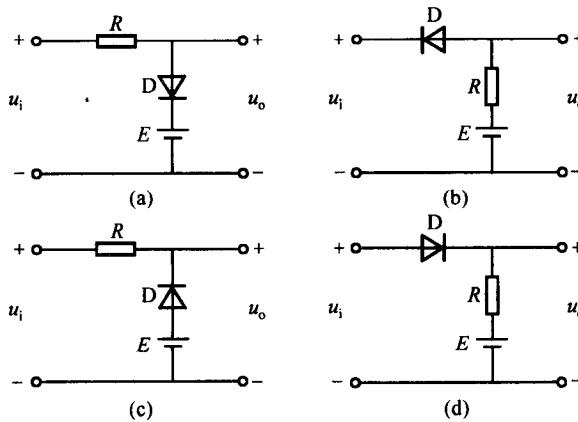

图 14.02 习题 14.3.2 的图
14.3.2 在图 14.02 的各电路图中, $E = 5$ V, $u_i = 10\sin\omega t$ V, 二极管的正向压降可忽略不计, 试分别画出输出电压 u_o 的波形.